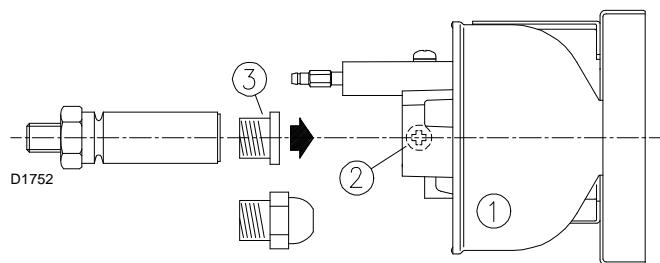

Fig. 12
- Aflojar el tornillo 2)(Fig. 12) y extraer el grupo estabilizador de llama 1), quitar el tapón de plástico 3) y montar la boquilla: No utilizar productos de estanqueidad, como juntas, cinta o silicona.